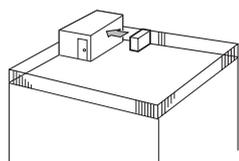

Fig. 2-3
- ① Rikta luftutblåset mot närmaste vägg, cirka 100 cm från väggen. (Fig. 2-3)